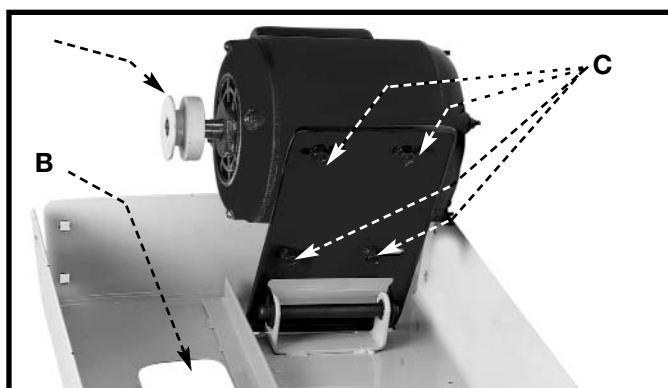

Fig. 12
5. Alinee los cuatro agujeros del soporte del motor con los cuatro agujeros (C), Fig. 12, de la placa de montaje del motor.
NOTA: Asegurese de que la polea del motor (A) Fig 12 este montada en el lado con el agujero de la abertura de la correa.
4. Afloje los cuatro pernos (C) Fig. 12 que sujetan el soporte del motor a la placa de montaje del motor y ajuste la posición del motor hasta que la polea del motor y la polea de la sierra estén alineadas.